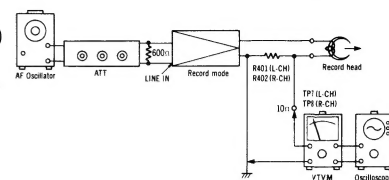

Fig. 17
I Gain global Condition: * Positions enregistrement/lecture * Commande de niveau LINE IN...MAX * Commande de niveau de Sortie...MAX * Niveaux d'entrée normaux MIC -72±4dB LINE IN -24±3dB DIN -41±3dB Equipement: * Générateur AF * Voltmètre électronique * Atténuateur * Oscilloscope * Bande étalon vierge ...QZZCRA pour type de bande normale ...QZZCRX pour CrO ₂ ...QZZCRY pour Fe-Cr ...QZZCRZ pour Metal	1. Branchez les appareils comme sur la fig. 17. 2. Appliquez un signal à 1kHz (-24dB) du vers l'atténuateur, à l'entrée LINE IN. 3. Réglez l'atténuateur pour que le niveau sur LINE OUT soit de 0,65V. 4. Faites un enregistrement avec la bande. 5. Lisez la bande ainsi enregistrée, et vérifiez le niveau sur le voltmètre électronique branché sur LINE OUT. 6. Si la valeur mesurée n'est pas correct, réglez VR205 (L-CH), VR206 (R-CH), VR207 (L-CH), VR208 (R-CH), VR209 (L-CH), VR210 (R-CH), VR211 (L-CH), VR212 (R-CH). 7. Recommencez à partir du palier (2).
E Aufnahmestrom Bedingung: * Aufnahme Meßgerät: * Röhrenvoltmeter * NF-Generator * Abschwächer	<ol style="list-style-type: none"> 1. Den Meßaufbau zeigt Fig. 17 2. Vormagnetisierung durch Lötlöten der Anschlußstelle (C) für Vormagnetisierungsstrom ON oder OFF in Fig. 16. 3. 1kHz-Signal (-24dB) zuführen und ATT abgleichen, bis Monitorpegel an LINE OUT 0,65V ist. 4. Spannung messen und dann Aufnahmestrom nach folgender Formel berechnen. $\text{Aufnahmestrom} = \frac{\text{Spannung am Röhrenvoltmeter (V)}}{10 \text{ (Ohm)}}$ 5. Falls der gemessene Wert nicht der Toleranz liegt, die folgenden VR abgleichen. Metal position ...VR205 (L-CH), VR206 (R-CH) CrO₂ positionVR207 (L-CH), VR208 (R-CH) Fe-Cr position ...VR209 (L-CH), VR210 (R-CH) Normal position...VR211 (L-CH), VR212 (R-CH) <p>NORMALWERT: Ungefähr 230µA (Metal position) Ungefähr 180µA (CrO₂ position) Ungefähr 150µA (Fe-Cr position) Ungefähr 150µA (Normal position)</p>
<p>㊦ Recording current</p> <p>Condition:</p> <ul style="list-style-type: none"> * Record mode <p>Equipment:</p> <ul style="list-style-type: none"> * VTVM * Oscilloscope * AF oscillator * ATT 	<ol style="list-style-type: none"> Test equipment connection is shown in fig. 17. Stop bias oscillation by unsoldering the connection point (C) for bias current ON or OFF in fig. 16. Supply 1 kHz signal (−24 dB) and adjust ATT until monitor level at LINE OUT becomes 0.65 V. Measure voltage and then calculate recording current by formula given below. <div style="text-align: center;"> $\text{Recording current} = \frac{\text{Value read on VTVM (V)}}{10 (\Omega)}$ </div> <div style="border: 1px solid black; padding: 5px; margin: 10px 0;"> <p>Standard value: around 230μA (Metal position), around 180μA (CrO₂ position), around 150μA (Fe-Cr position), around 150μA (Normal position)</p> </div> <ol style="list-style-type: none"> If the measured value is not within standard, adjust the following VR. <ul style="list-style-type: none"> Metal position VR205 (L-CH), VR206 (R-CH) CrO₂ position VR207 (L-CH), VR208 (R-CH) Fe-Cr position VR209 (L-CH), VR210 (R-CH) Normal position VR211 (L-CH), VR212 (R-CH)